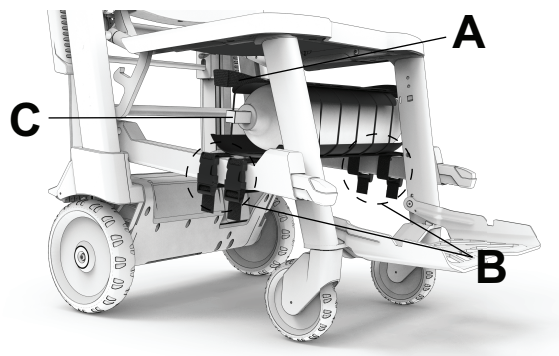

図 37 - 酸素ポンペホルダーの取り付け
2. 酸素ポンベホルダー (A) を、シートパンの下側の2つの下部持ち上げハンドルチューブの間に配置します (図 37) 。
3. 4本のストラップをすべて下部リフトハンドルチューブ (B) に巻き付け、サイド解除バックルを接続します (図 37) 。
4. 酸素ポンペ (C) をホルダーにスライドさせます (図 37) 。